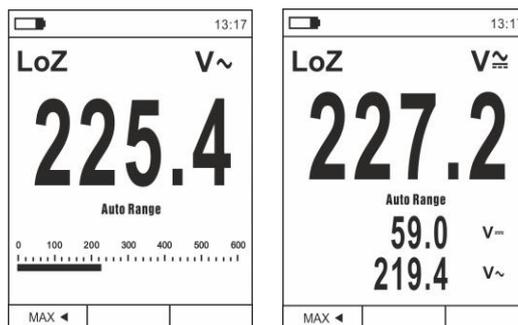

Fig. 10 Descrizione misura Tensione LoZ
2. Premere il tasto **MODE/VFD** selezionando le modalità "V~" o "V≅" (vedere Fig. 10)